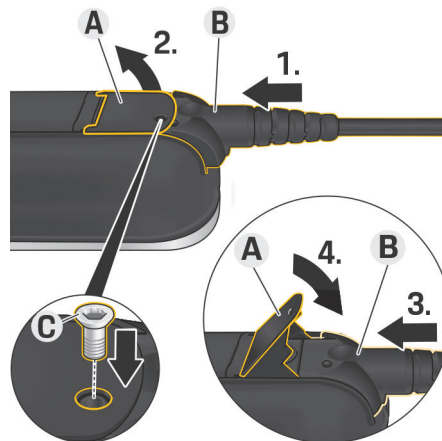

Fig. 82 Fissaggio del cavo e del connettore
- ✓ La linguetta **A** (Fig. 82) è chiusa.
1. Inserire il connettore **B** (Fig. 82) nell'unità di comando fino ad avvertire una prima resistenza.
2. Sollevare la linguetta **A** (Fig. 82).
3. Inserire completamente il connettore **B** (Fig. 82).
4. Richiudere la linguetta **A** (Fig. 82).
5. Fissare il connettore **B** (Fig. 82) con la vite **C** (Fig. 82) all'unità di comando.